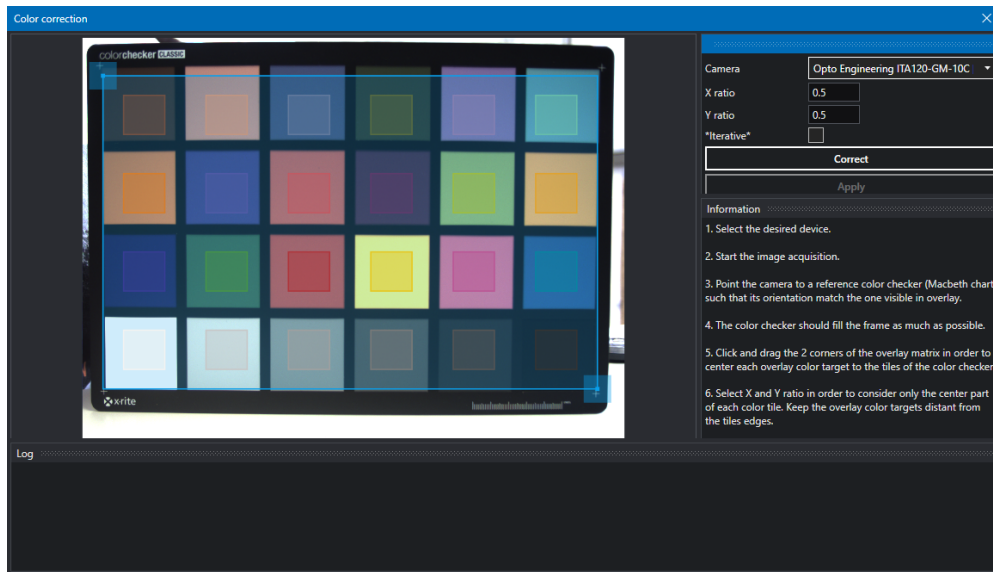

Figure 40: Für optimale Ergebnisse stellen Sie sicher, dass die Farbmaske des Assistenten auf die Felder des Macbeth-Farbcheckers ausgerichtet ist.
5. Der Farbchecker sollte das Bild so weit wie möglich ausfüllen (Abb.40).